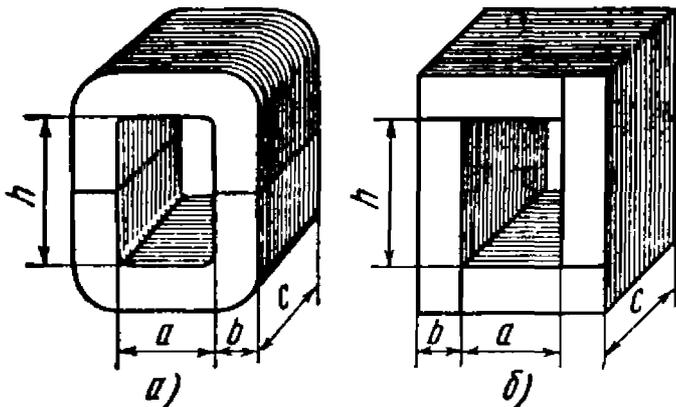

Рис. 11.1
. Эскизы магнитопроводов трансформаторов изображены на рис. 11.1. Сердечник, показанный на рис. 11.1, а, выполнен из С-образных лент холоднокатаной стали Э320 толщиной 0,35 мм, а сердечник рис. 11.1, б — шихтованным из пластин горячекатаной стали Э41 толщиной 0,35 мм. Размеры сердечников: $a = 70$ мм, $b = 50$ мм, $h = 200$ мм и $c = 110$ мм.
Решение. Сечение стали магнитопровода (рис. 11.1, а)
Проводя аналогичный расчет для трансформатора рис. 11.1, б, получаем: $H_{\sim c} = 14,6 \text{ А/см}$, $l_c = 74 \text{ см}$, $l_b = 0,02 \text{ см}$, $\omega_1 I_{\text{ихх}} = 1152 \text{ А}$, $I_{\text{ихх}} = 8 \text{ А}$.
Проведя аналогичный расчет для трансформатора рис. 11.1, б, находим $I_{1xx} = 8 \text{ А}$, $\cos \varphi_0 = 0,046$, $\alpha = 2^\circ 40'$.
11.3. Сравнить величины токов и потерь холостого хода (потерь в магнитопроводе) трансформатора рис. 11.1 при питании со стороны обмоток высшего и низшего напряжения. Коэффициент трансформации $k = \omega_1 / \omega_2 = 5$.